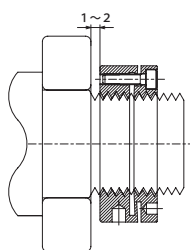

图15
3. 接下来夹紧螺母上的夹紧螺丝按照对角线均等的拧紧，直至螺母与主轴螺丝之间的间隙消失。这时夹紧螺母的中心和主轴的中心是一致的，螺母的表面和共通轴呈直角。此外螺母的安装部和调整部的螺纹在周围提供均等的支撑。（图15）